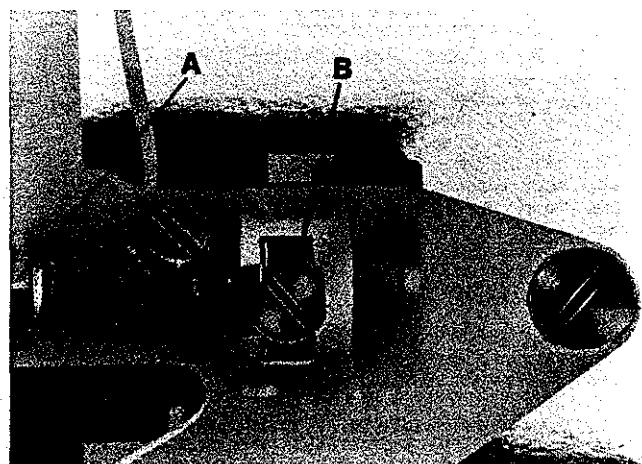

Fig.41
The amount of spreader travel from extreme left to extreme right position can be increased or reduced if required. For adjustment loosen nut (A, Fig. 41), turning screw (B) clockwise reduces and turning it counterclockwise increases the amount of spreader travel. Retighten nut (A).
Der Weg des Legers von der linken zur rechten Endstellung kann bei Bedarf, vergrößert oder verkleinert werden. Zur Einstellung lösen Sie die Mutter (A, Fig. 41), drehen der Schraube (B) im Uhrzeigersinn verkleinert und drehen im Gegenuhzeigersinn vergrößert den Legerweg. Ziehen Sie die Mutter (A) wieder an.